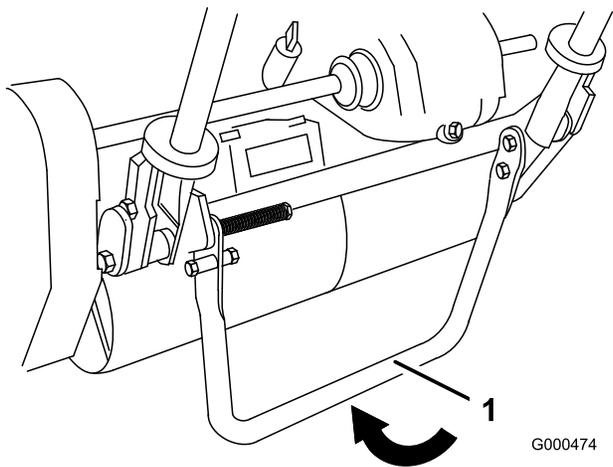

図 7
- キック・スタンドを立てる (スタンドを足で下げながらハンドルを持ち上げる; 図 7)。